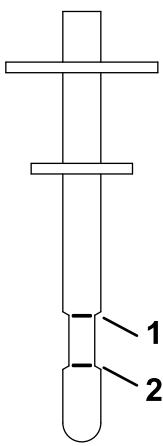

Figura 62
7. Coloque a vareta no tubo de enchimento, retire-a e verifique o nível de fluido (Figura 62).